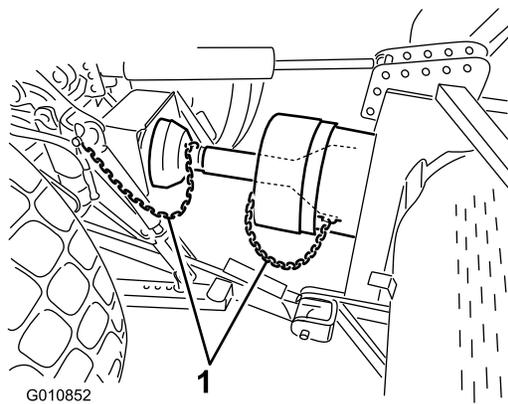

図 19
6. PTO シールドとトラクタのブラケットに、シールド安全チェーンを取り付ける (図 19)。エアレータを上昇・降下させてもチェーンに余裕があることを確認する。